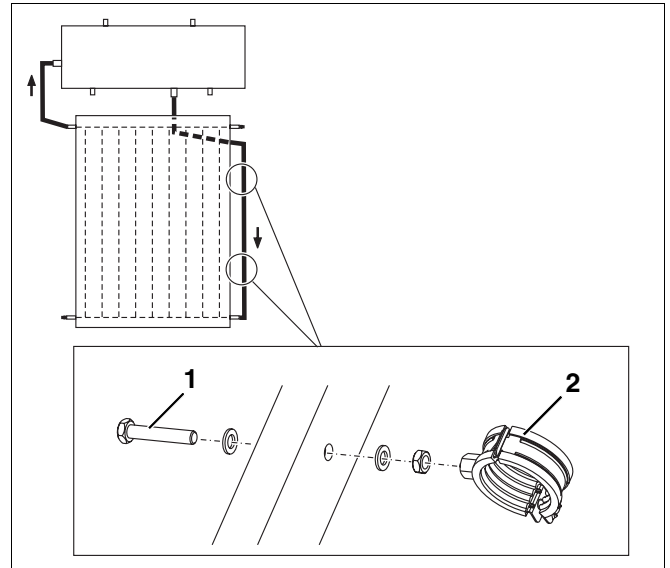

Fig. 20 Fixar a braçadeira de tubo no apoio comprido de 45° direito
- B Aparafusar as braçadeiras de tubo fornecidas (fig. 20, **item 2**) com parafusos M8 x 40 (fig. 20, **item 1**), anilhas e porcas ao apoio comprido direito 45°.